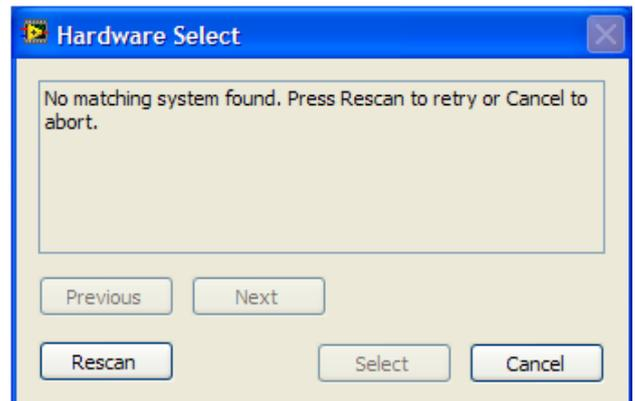

図 4.接続エラー警告
2. ソフトウェアを起動したとき評価用ボードがUSBポートに接続されていない場合、接続エラーが表示されます(図 4参照)。評価ボードをPCのUSBポートに接続して、数sec待った後、**Rescan**をクリックします。表示される指示に従ってください。